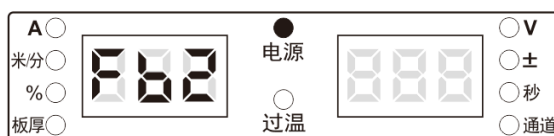

图 3-19 型号查询显示界面
- 进入内部菜单,调节焊接电源面板旋钮至 FB2,如图 3-19 所示。